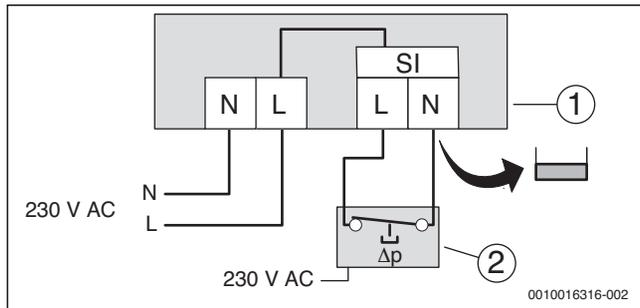

Bild 61 Anschluss Differenzdruckwächter an der Elektronik
- Anschluss an die Anschlussklemme SI im Modul (→ Tabelle 10 und Bild 61)